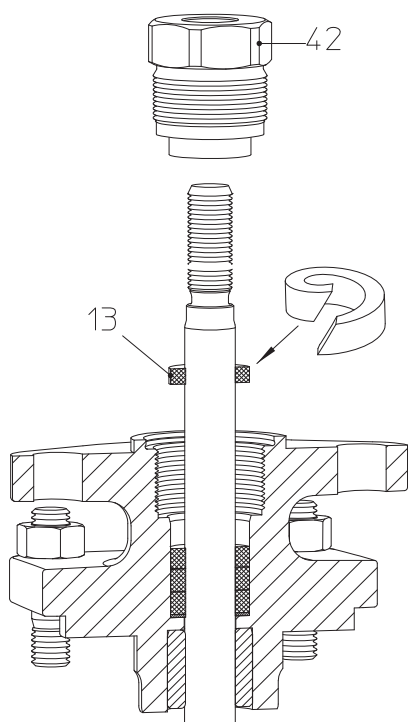
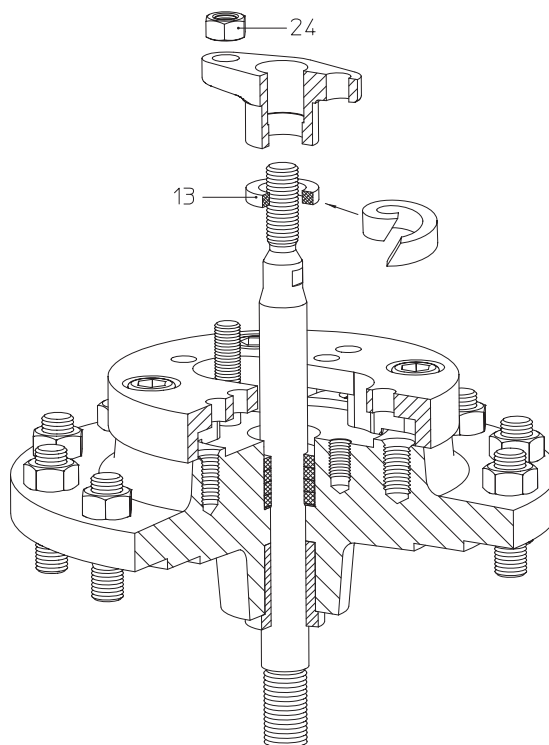

Fig. 13: Guarnizione a premistoppa
Fig. 14: Guarnizione a premistoppa
- Inserire un nuovo anello di guarnizione (pos. 13), montaggio in conformità con la Fig. 13 - Fig. 14.